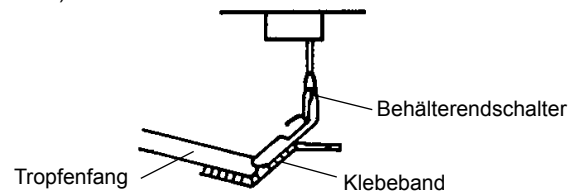

Abb. 2
- 5) Entfernen Sie das Klebeband vom Schalter des Vorratsbehälters, indem Sie die Vorratsbehältertür öffnen und hineingreifen (siehe Abb. 2).